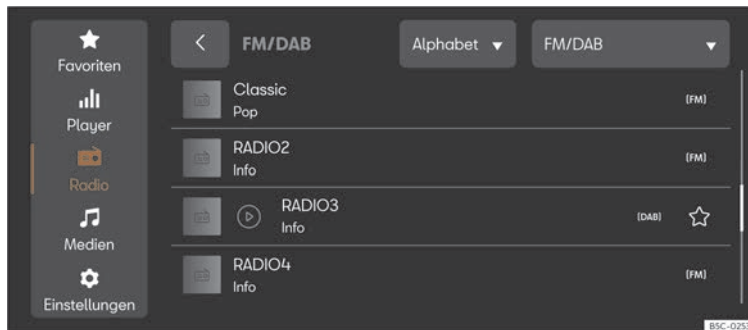

Abb. 176 Schematische Darstellung: Ansicht Radio.
- Drücken Sie **HOME** > > > > (Abb. 176).